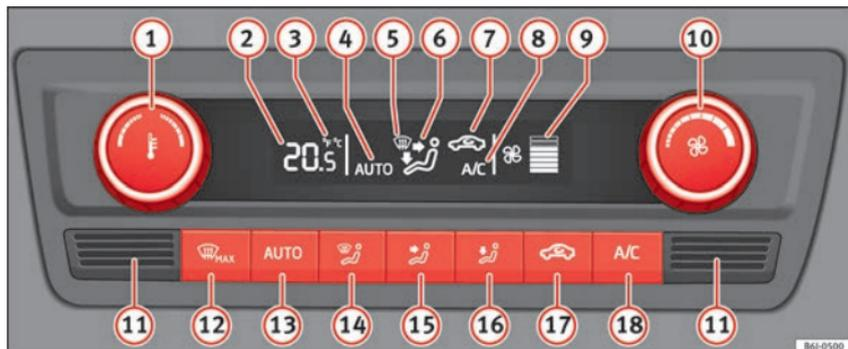

Fig. 155 Climatronic: elementos de utilização.
- **A/C** (18) » » **Fig. 155** ligado.
Ao pressionar um botão ativar-se-á a função correspondente, colocando em funcionamento o climatizador se estiver desligado, exceto com o botão (17) » » **Fig. 155** (recirculação).
- Rode o comando (10) para a esquerda até que se apaguem os segmentos da coluna (9) » » **Fig. 155**.
- Pressione o botão   » » » Fig. 155.
Mantenha pressionados simultaneamente durante 2 segundos os botões  e  » » » Fig. 155. No ecrã aparecem os dados nas unidades pretendidas.
- Na parte inferior, encontra-se o sensor da temperatura interior  » » » Fig. 155. Não o cubra com adesivos ou de qualquer outra forma, já que pode influenciar negativamente o funcionamento do Climatronic.
- Pressione o botão   » » » Fig. 155, no ecrã aparece AUTO.
- Ao ligar a ignição, pode utilizar o comando  » » » Fig. 155 para ajustar a temperatura interior desejada.
- Pressione o botão   » » » Fig. 155, no ecrã aparece o símbolo .
- Rode o comando  » » Fig. 155 para a esquerda (diminuir a velocidade) ou para a direita (aumentar a velocidade).
- Pressione o botão   » » Fig. 155.
- Pressione várias vezes o botão   » » Fig. 155, ou pressione o botão .